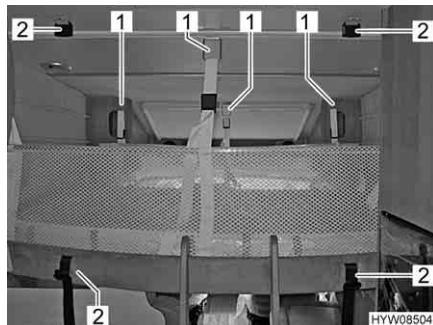

Fig. 42 Letto basculante con rete protettiva montata
- Allentare le cinture di ritegno (Fig. 42,2).
- Staccare le cinture di ritegno (Fig. 42,1) e sistemare la rete protettiva sotto il materasso.
- Assicurare il letto basculante al soffitto mediante cinture di ritegno (Fig. 42,2).
*Fissaggio:* ■ Agganciare le cinture di ritegno (Fig. 42,1) ai ganci del soffitto.